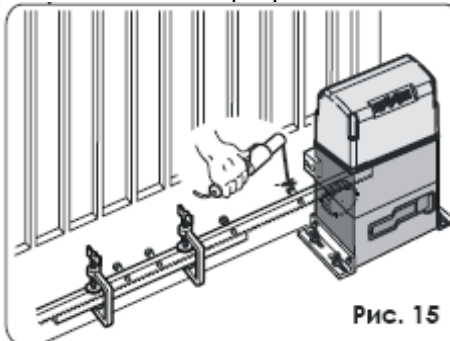

Рис. 15
5. Присоедините еще один реечный элемент вплотную к предыдущему, используя часть рейки (как показано на рис.15) соотнесите зубья этих двух элементов.